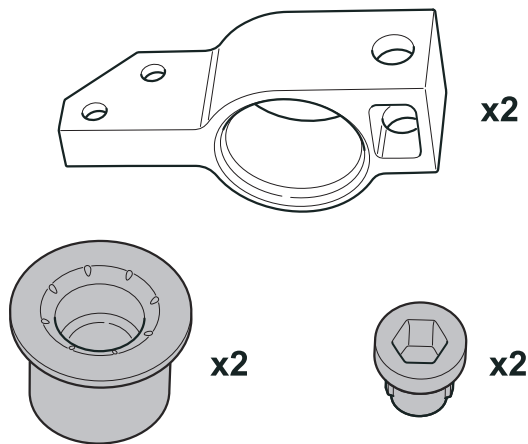

BILD.1
- Beachten Sie: Versuchen Sie möglichst überschüssige Luft zu verhindern, damit bei der Montage des Lenkarms alle Montagelöcher wieder übereinander liegen. (Siehe Bild 1 und Bild 2.)**